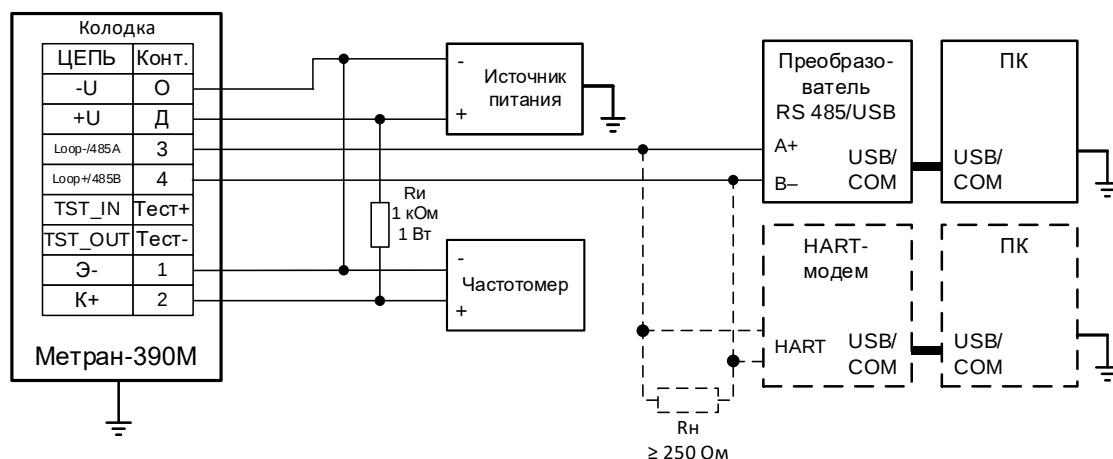

Рисунок 4.2 – Схема подключения расходомера при поверке с встроенным генератором
4.2.2 При использовании встроенного генератора расходомера собрать схему (рисунок 4.2) в соответствии с имеющимся у расходомера цифровым выходным сигналом.